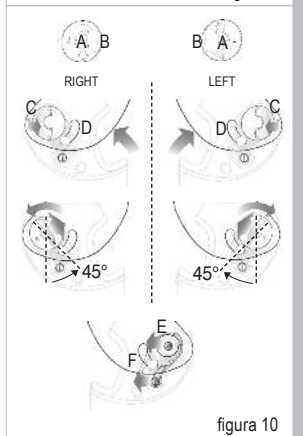

figura 10
**Smontaggio** vedi figura 10
**Montaggio** vedi figura 10